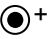

**Рис.12. Вид окон индикации базы параметров.**
4.4.1. Значения основных параметров, установленных в ТВ, отображаются в **Базе**. Структура **Базы** и вид окон индикации показаны на рис.12.